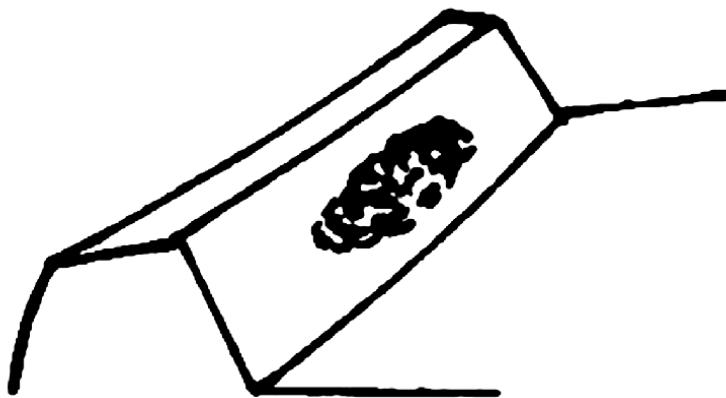

Рис. 8. Отпечаток зацепления зубчатой передачи.
- Чтобы убедиться в правильности отпечатка (как показано на рис. 8) и величины зазора в пределах 0.16-0.32 мм, выберите необходимую толщину прокладки гнезда подшипника и прокладки картера ведущего моста. При этом удерживайте предварительное напряжение на обоих концах дифференциала в пределах 100-150 Н.
- Соприкосновение пары шестерен на концах переднего моста регулируется набором прокладок (1) подходящей толщины — это гарантирует зазор механизма в пределах 0.16-0.3 мм и обеспечит правильное пятно контакта.
- Чтобы получить конечный зазор механизма в пределах 0.16-0.3 мм, необходимо изменить толщину прокладок (13) для окончательной регулировки. Для зазора 0.1-0.5 мм между нижней поверхностью кольца-фиксатора (4) вертикального вала (3) и верхней поверхностью ведомой шестерни (7) используйте прокладки (6) подходящей толщины.